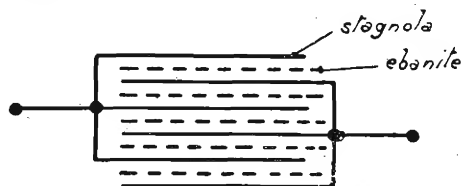

Fig. 55
1) direttamente proporzionale all'area del dielettrico sotto sforzo cioè l'area di una placca metallica moltiplicato per il numero di strati di dielettrico. Quest'ultimo è di uno inferiore al numero di placche (fig. 55);
I condensatori di trasmissione vengono costruiti come si vede a fig. 55.